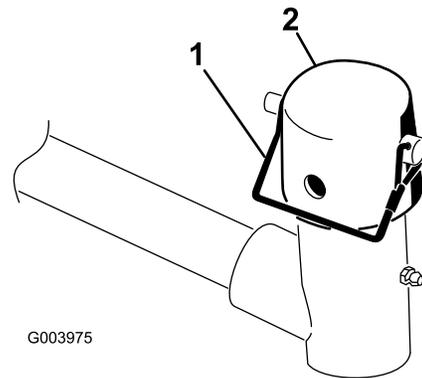

Bild 7
7. Nehmen Sie den Einraststift und die Kappe vom Gelenkjoch des Hubarms ab (Bild 7).
11. Befestigen Sie die Kappe und den Trägerrahmenschaft mit dem Einraststift am Hubarmjoch. Verwenden Sie den Schlitz, wenn Sie das Mähwerk lenken möchten, oder das Loch, wenn Sie das Mähwerk arretieren möchten (Bild 7).